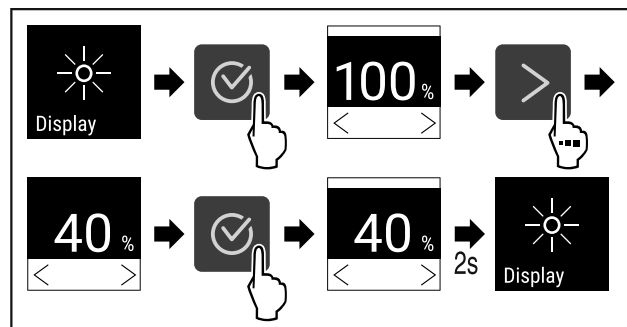

Fig. 72
- ▶ Izvedite zahtevane korake (glejte Fig. 72).